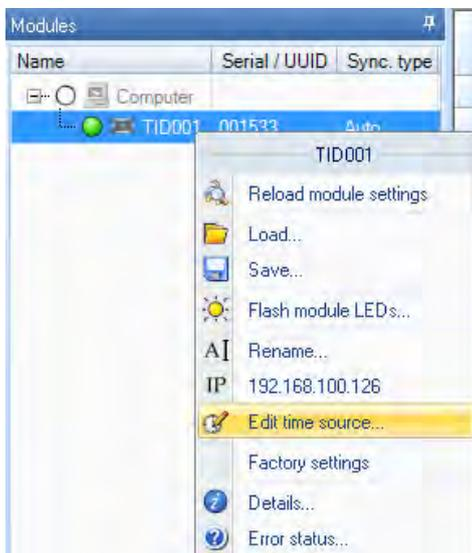

Fig. 5.14: Finestra componenti **Modules** col menu contestuale per un modulo
1. Nella finestra componenti **Modules** (moduli) di QuantumX Assistant, cliccare di destro su un modulo e selezionare **Edit time source** (edita sorgente tempo) (Fig. 5.14).